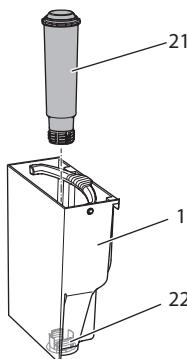

Fig. 15: Iskruning/udskruning af vandfilter
- Fjern vandfilteret (se Fig. 15 på side 160).
9. Sæt et nyt filter ind i vandbeholderen (se Fig. 15).
3. Fjern vandfilteret (se Fig. 15).